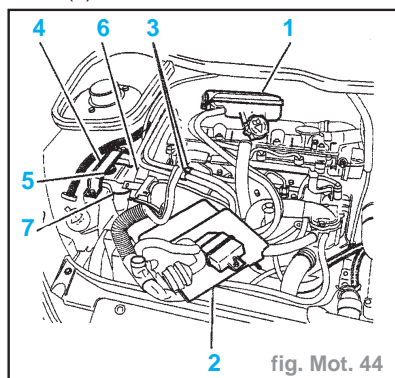

fig. Mot. 44
- la boîte de dégazage (1) (fig. Mot. 44)
- le calculateur (2) et son support
- Déclipper et écarter les tuyaux carburant (3).
- les 3 vis (15) : serrage à **4,5 daN.m**
- l'écrou (16) : serrage à **4,5 daN.m**
- les éléments (6) du carter de distribution (fig. Mot. 44)
- la butée (5) : serrage à **3,2 daN.m**
- le pontet (4) : serrage à **2,15 daN.m**